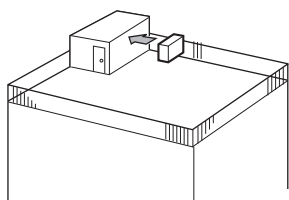

Fig. 2-2
- ① Direcione a saída de ar para a parede mais próxima a uma distância de cerca de 50 cm. (Fig. 2-2)